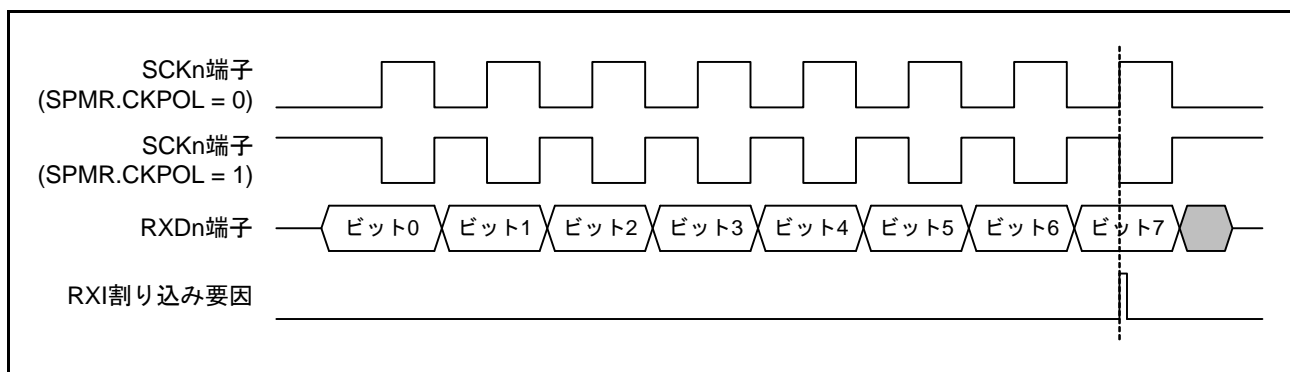

図 28.81 簡易 SPI モード (クロック遅れあり) RXI 割り込み発生タイミング
- クロック遅れあり設定 (SPMR.CKPH ビット = 1) の場合、図 28.81 に示すように SCKn 端子の最終クロックエッジ手前のクロックエッジで受信データフル割り込み (RXI) が発生します。このとき、SCR レジスタの TE、RE ビットを SCKn 端子の最終クロックエッジより前に“0”に設定すると SCKn 端子出力がハイインピーダンスとなり、最終送受信クロックのクロックパルス幅が短くなります。また、RXI 割り込み後、SCKn 端子の最終クロックエッジより前に接続先スレーブに対する SSn# 端子入力信号を High にするとスレーブが誤動作する可能性があります。